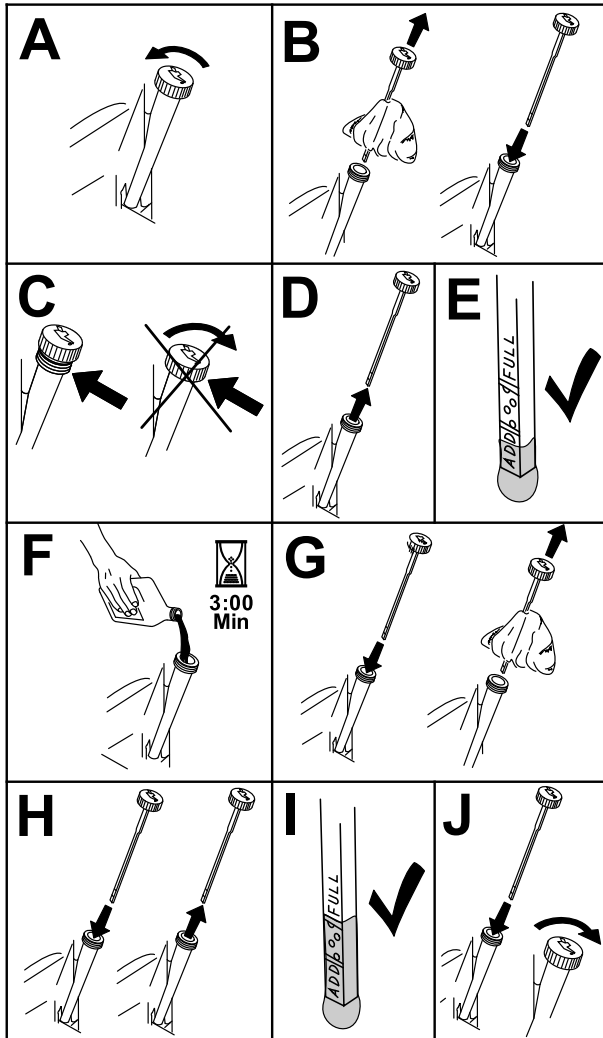

Figure 49
- Avant de quitter la position d'utilisation, coupez le moteur, enlevez la clé de contact et attendez l'arrêt complet de toutes les pièces mobiles (Figure 49).